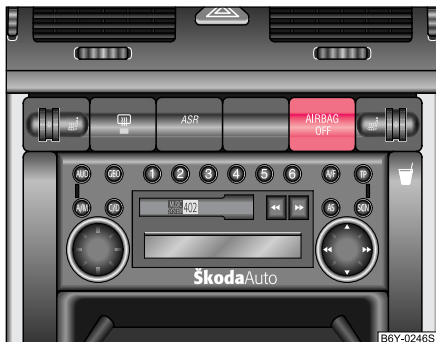

Fig. 106 Testigo de control para desconexión del airbag del acompañante
- Comprobar si, estando conectado el encendido, el testigo de control del airbag **AIRBAG OFF** luce en la parte central del cuadro de instrumentos ⇒ fig. 106.
- Comprobar si, estando conectado el encendido, el testigo de control del airbag **AIRBAG OFF** no luce en la parte central del cuadro de instrumentos ⇒ fig. 106.
El testigo de control del airbag no se enciende en la parte central del cuadro de instrumentos ⇒ página 134, fig. 106.